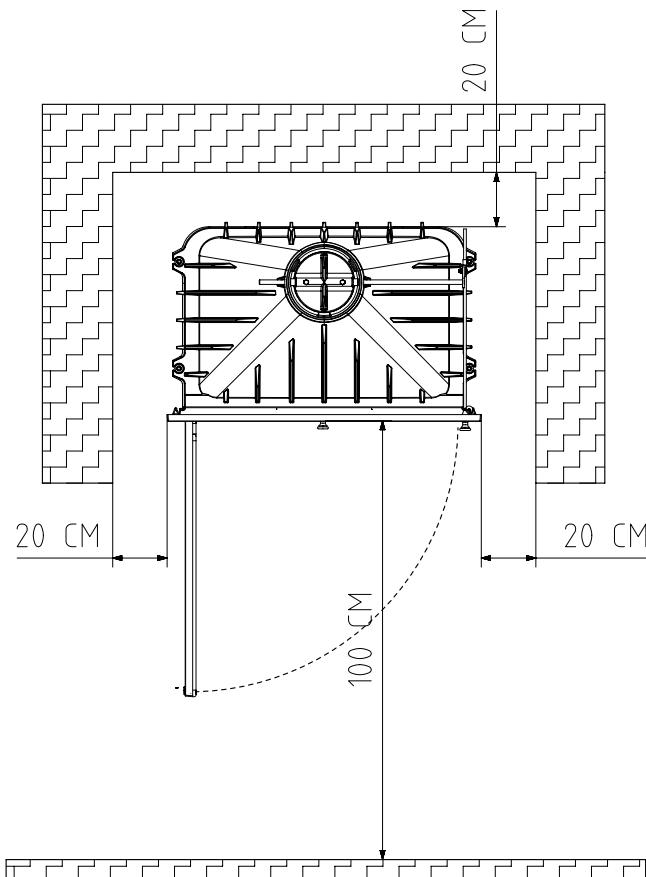

FIG. 7
- Mantenga alejado cualquier material combustible (muebles, cortinas, ropa, etc.), a una distancia mínima de seguridad de 0,90m. (Fig. 7)